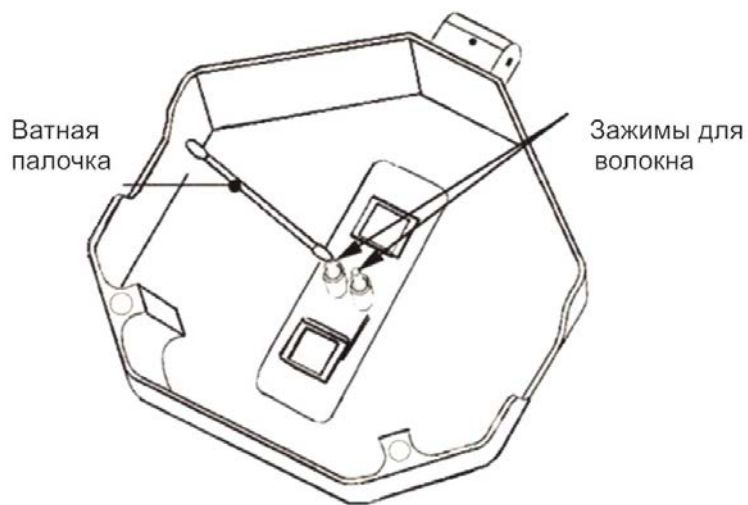

Рис. 4-3
- 2) Очистите поверхность зажимов с помощью тонкого тампона, смоченного в спирте, как показано на рис. 4-3. Удалите излишки спирта с помощью сухого ватного тампона.